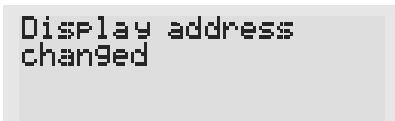

Fig. 3
- Tramite i tasti ↓+↑ selezionare il valore voluto, e confermare ripremendo il tasto enter. Se il valore selezionato è diverso da quello memorizzato precedentemente apparirà la maschera di Fig. 3 e il nuovo valore verrà memorizzato nella memoria permanente del display.
- Use the ↓+↑ buttons to select the desired value, and confirm by pressing enter again. If the value selected is not the same as the one saved previously, the screen shown in Fig. 3 will be displayed, and the new value will be saved to the permanent memory.